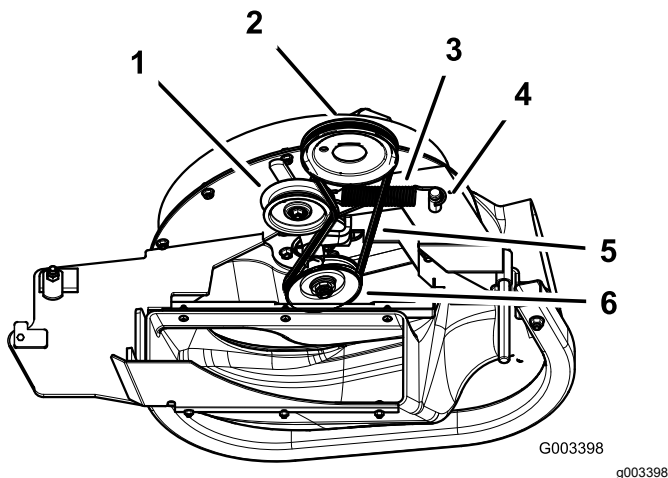

Figura 40
3. Tire hacia atrás de la polea tensora tensada con muelle para aliviar la tensión de la correa (Figura 40).
5. Instale la correa nueva alrededor de las poleas del soplador y de la polea de la carcasa de corte (Figura 40).
7. Tire hacia atrás de la polea tensada con muelle e instale la correa en la polea (Figura 40).